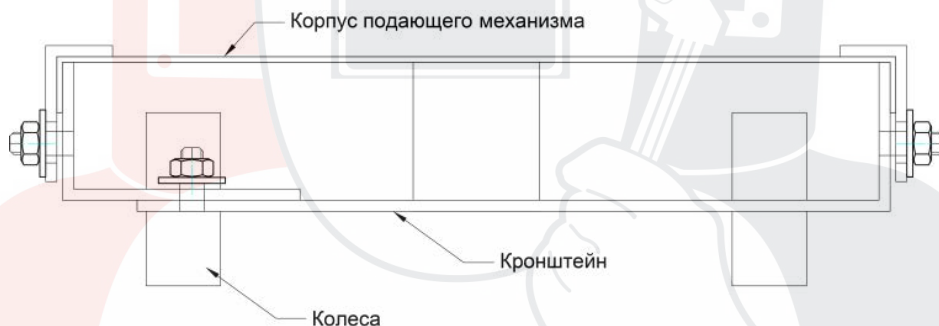

Рис. 6.8. Установка кронштейна.
2. Установите верхний кронштейн на основание механизма подачи проволоки. Основание механизма подачи должно быть между прижимными скобами кронштейна (См. рис. 6.8).